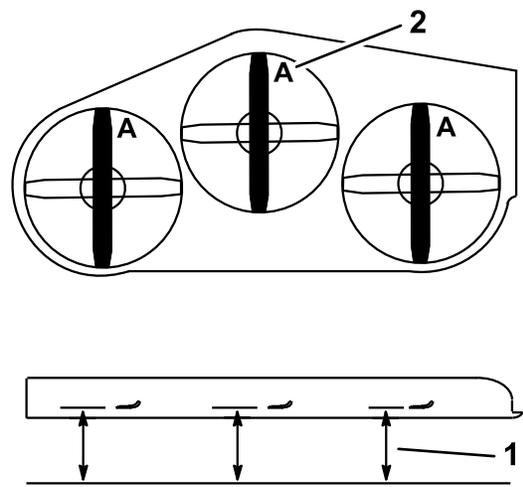

Figura 93
3. Girate le lame fino a disporle in parallelo con la lunghezza della macchina (Figura 93).
4. Misurate da un piano orizzontale fino al tagliente delle lame, posizione A, (Figura 93).